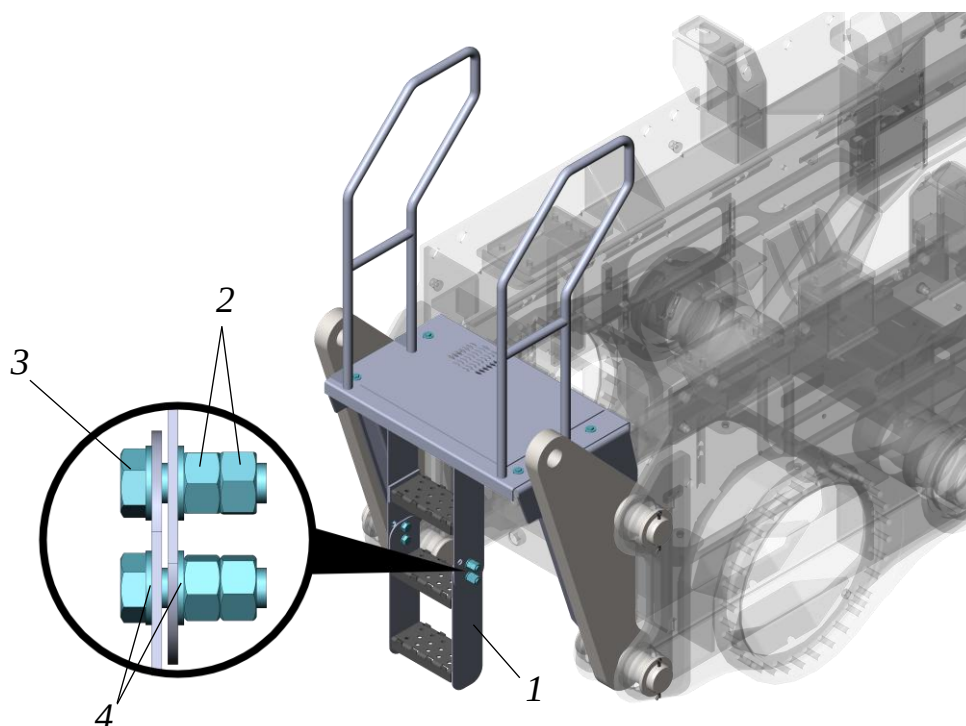

Рисунок 4. Крепление лестницы к площадке
- Установить лестницу 1 к площадке, закрепить болтами М20 поз. 3, гайками поз. 2 и шайбами поз. 4, рис. 4.